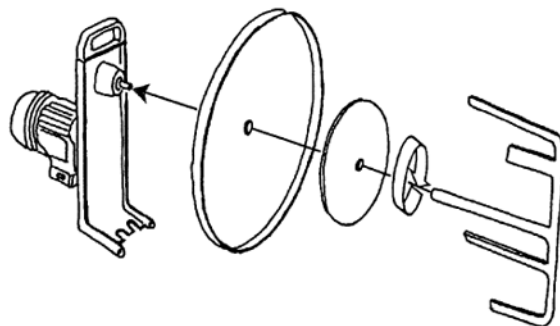

Fig. 2.3
6. Montera omröraren i skyddslocket och skruva åt ordentligt (Fig. 2.3).